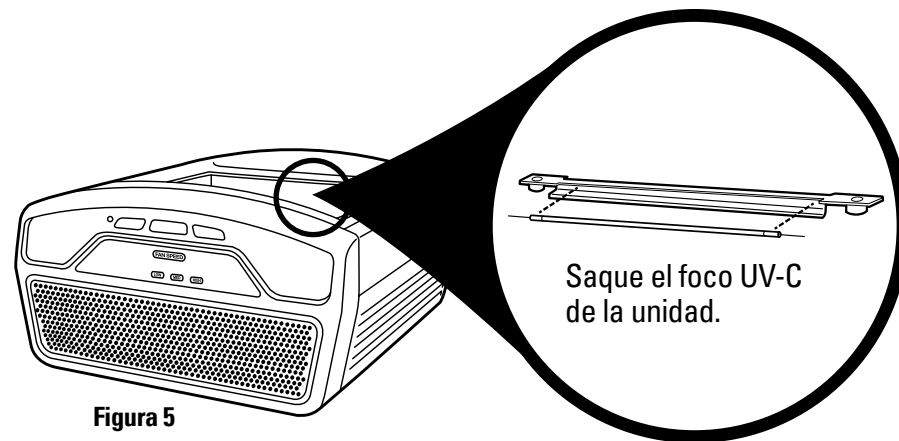

Figura 5
3. Después de quitar el filtro combinado, utilice un destornillador Phillips para retirar los dos (2) tornillos y quitar la cubierta de metal de la luz UV-C.
4. El foco UV-C se retira tomándolo cuidadosamente con un paño limpio o pañuelo desechable y tirando del mismo para sacarlo de la unidad. (Figura 5).